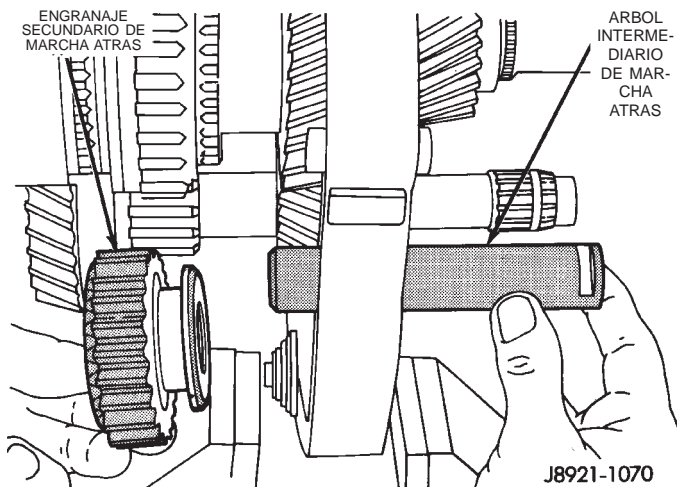

Fig. 63 Desmontaje del eje y del engranaje secundario de marcha atrás
(15) Retire el eje y el engranaje secundario de marcha atrás (Fig. 63).